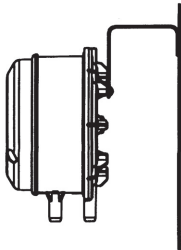

Fig. 4
- Einbauanlage horizontal, elektrische Anschlüsse nach oben. Effektive Schaltpunkte sind gegenüber Skala 11 Pa höher – Fig. 4